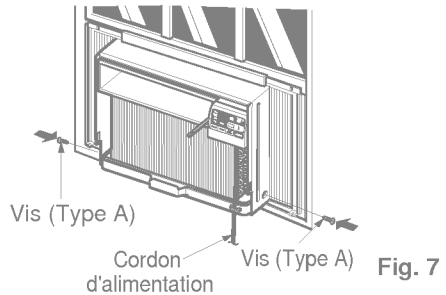

Fig. 7
- Glissez l'appareil dans le boîtier. (Voyez la fig. 7)